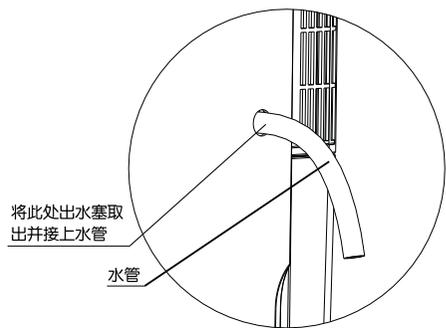

图1
- c、取内径为14mm水管插入出水嘴，并固定牢固以防漏水。（如图1）